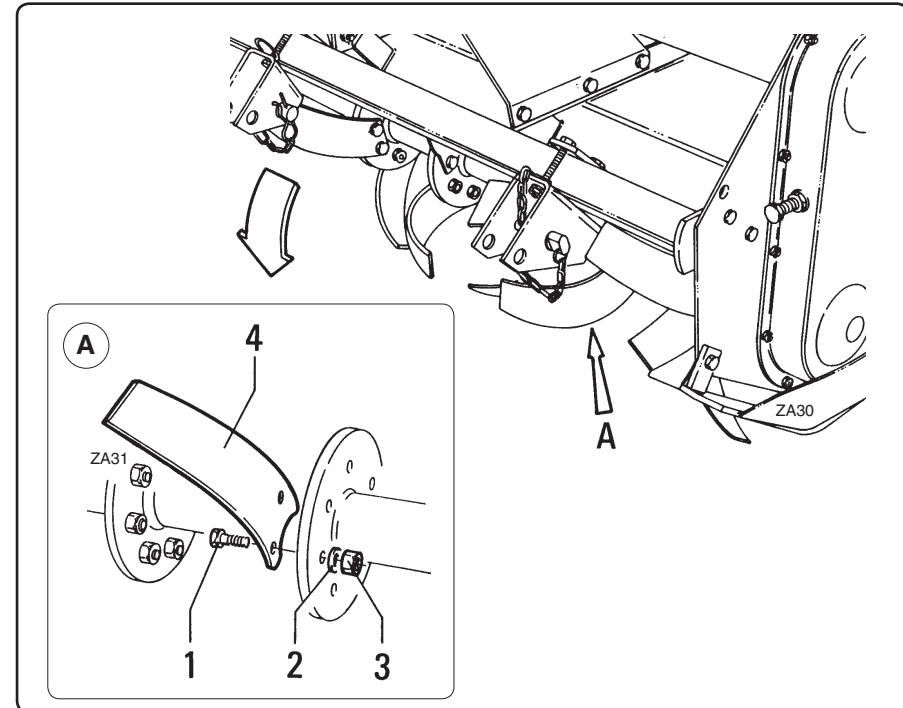

fig. 7.5.3
- Si les lames "4" fig. 7.5.3 sont endommagées, pliées ou usées, peu aiguisées ou risquent de se rompre pendant le travail, il faut les remplacer.
- Wenn die Messer "4" Abb. 7.5.3 beschädigt, verbogen, verschlissen, nicht scharf sind oder einen solchen Zustand aufweisen, daß sie bei der Arbeit zu Bruch gehen könnten, sind sie zu ersetzen.*